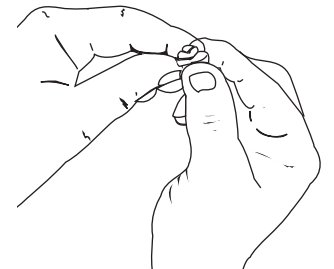

Fig. 35
5. Apriete el filtro para esparcir y retirar el exceso de aceite (Fig. 35).